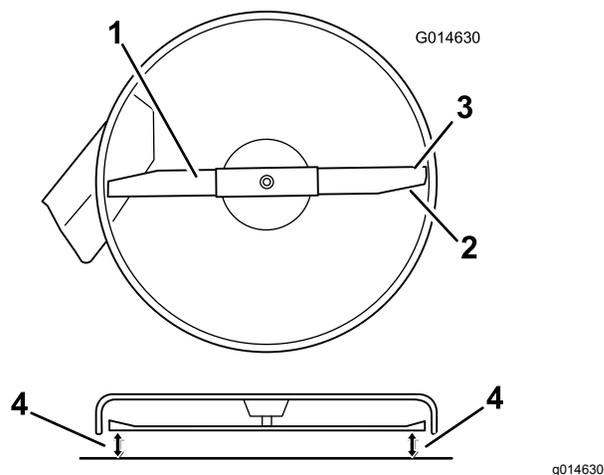
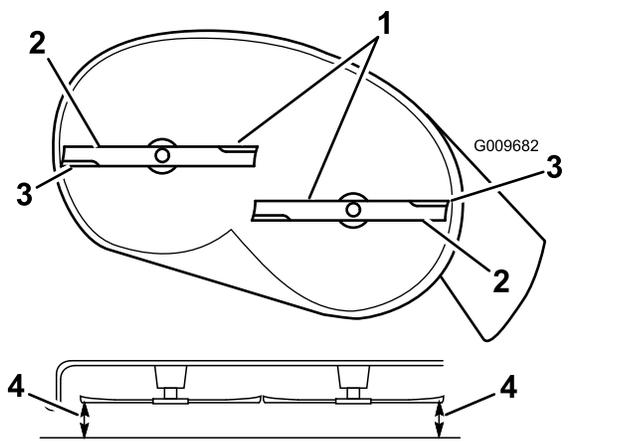

Figura 64
Figura 65
4. Gire cuidadosamente las cuchillas hasta que estén todas orientadas lateralmente (Figura 64 y Figura 65).
- Mida entre los filos de corte exteriores y la superficie plana (Figura 64 y Figura 65).